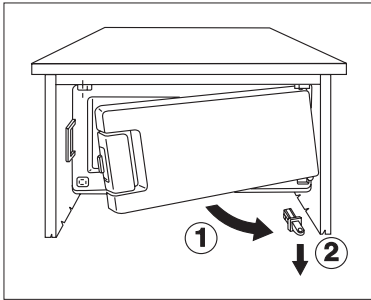

Bild 5
- Gefrierfachtür nach unten abnehmen. (Bild 5).